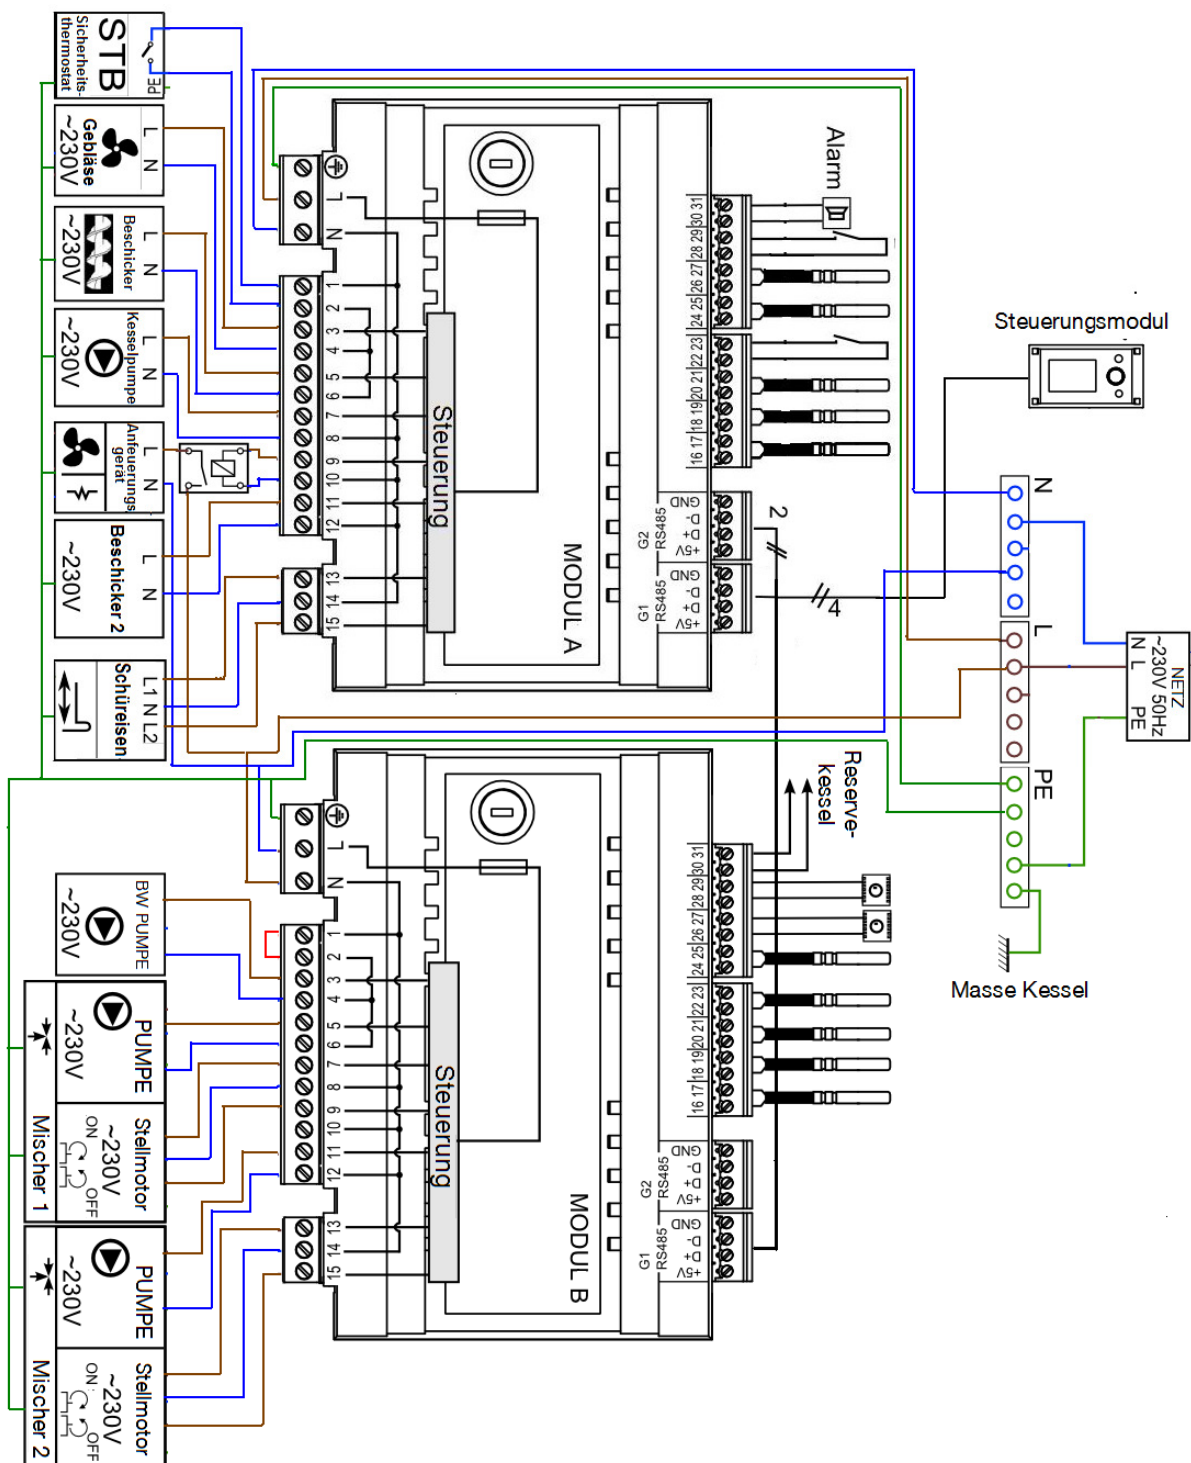

Abb. 32 Schematische Darstellung der elektrischen Verbindungen mit externen Geräten und Fühlern.
Beim Anschließen können Kabel mit einem Leitungsdurchmesser von mind. 0,5 mm2 mit einer Länge von bis zu 25 m eingesetzt werden. Die Polarisierung der Leitungen spielt keine Rolle. Das zweite Ende des Kabels muss an die Klemmen des Reglers angeschlossen werden (siehe Abb.32).
Zimmerthermostate, die gem. Abb.32 an das Ausführungsmodul B angeschlossen sind, beeinflussen die Mischerkreise 1 und 2. Wenn die gesamte Heizanlage des Gebäudes durch den Mischer versorgt wird, sollten alle Einstellungen des Kessel-Zimmerthermostats ausgeschaltet sein. Nach dem Öffnen der Kontakte verringert das Zimmerthermostat die vorgegebene Temperatur des Mischerkreises um den Wert, um den die vorgeg. Mischertemp. durch das Thermostat verringert wurde.
Der Regler kann den Betrieb eines Reservekessels (gas-/ölbetrieben) steuern. Dank dieser Funktion ist es nicht nötig, den Reservekessel von Hand ein- und auszuschalten. Der Reservekessel wird im Falle eines Temperaturabfalls im Pellet-Kessel eingeschaltet und wird wieder abgeschaltet, wenn die Temperatur im Pellet-Kessel wieder einen entsprechenden Wert erreicht hat. Der Anschluss eines Reservekessels (z.B. eines Gaskessels) sollte von einem qualifizierten Fachmann unter Beachtung der Vorschriften der technischen Dokumentation dieses Kessels erfolgen. Der Reservekessel sollte über ein Relais an die Klemmen 30-31 des Ausführungsmoduls B des Reglers angeschlossen werden (siehe Abb. 32 u. 34).
- legen sie die Richtung fest, in der sich der Antrieb öffnet/schließt und schließen sie den Mischerantrieb an den Regler an. Beachten Sie hierbei Abb.32 sowie die techn. Anleitung des Herstellers des Ventilantriebs. (Wichtig: die Öffnungs- und Schließrichtung des Ventils dürfen nicht verwechselt werden!),